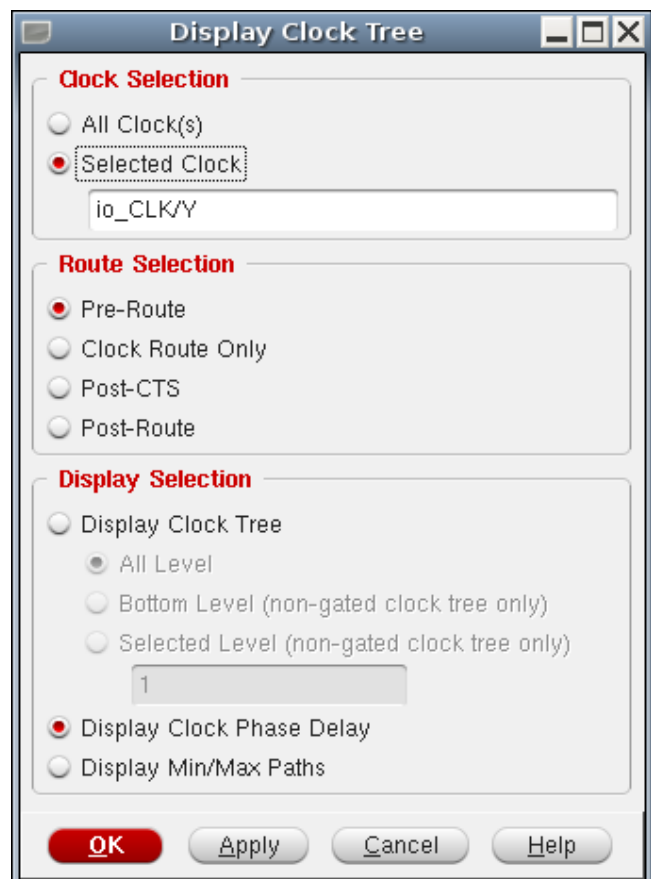

Fig 26 : Visualiser l'arbre d'horloge
- Dans la zone « Clock Selection », sélectionnez « Selected Clock » et renseignez le nom de l'horloge : `io_CLK/Y`. Voir figure 26.